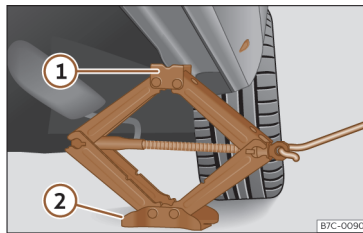

Fig. 228 Longarina: colocação do macaco do veículo.
- Rode a manivela do macaco, colocado por baixo do ponto de apoio da longarina, para levantá-lo até que o ressalto ① >>> **Fig. 228** se encontre por baixo do alojamento previsto.
- Alinhe o macaco de forma a que a patilha ① «encaixe» no alojamento previsto da longarina e que a placa base móvel ② fique apoiada no chão. A placa base ② deve ficar colocada na vertical relativamente ao ponto de apoio ①.